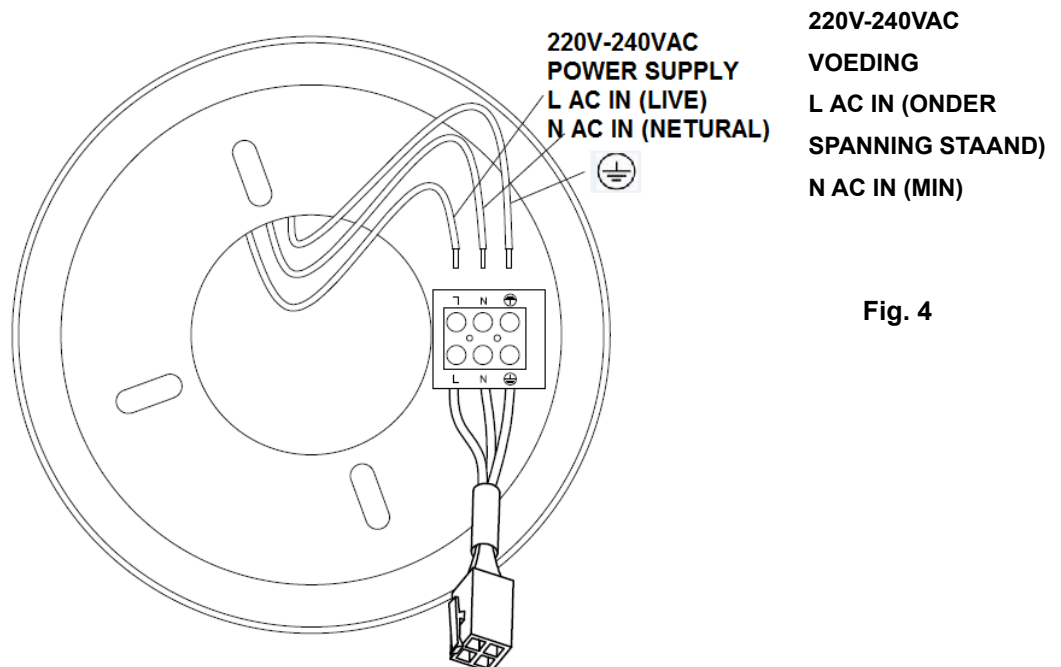

Fig. 4
- Gebruik het bedradingsschema hieronder om de ventilator verder aan te sluiten (Figure. 4).
VOORBEREIDING EN AANSLUITING VAN DE STROOMDRADEN --- BEDRADINGSSHEMA (Fig. 4)